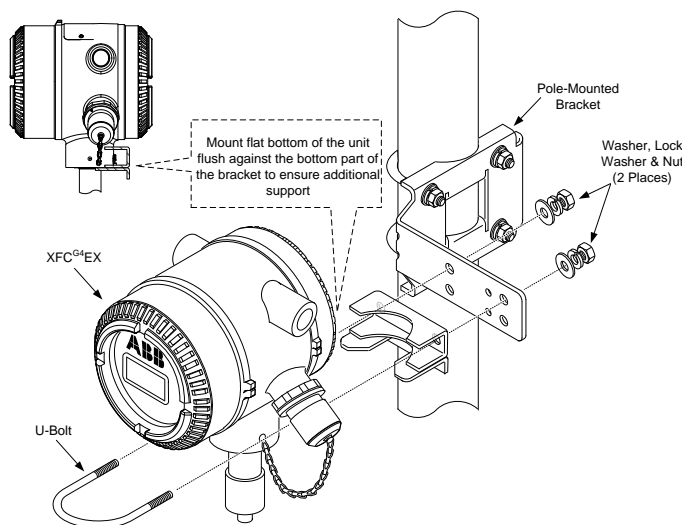

Fig. 5: Configuração de instalação do tipo C
1. Posicione e alinhe o grampo traseiro fornecido ao suporte de montagem em poste (Fig. 5).